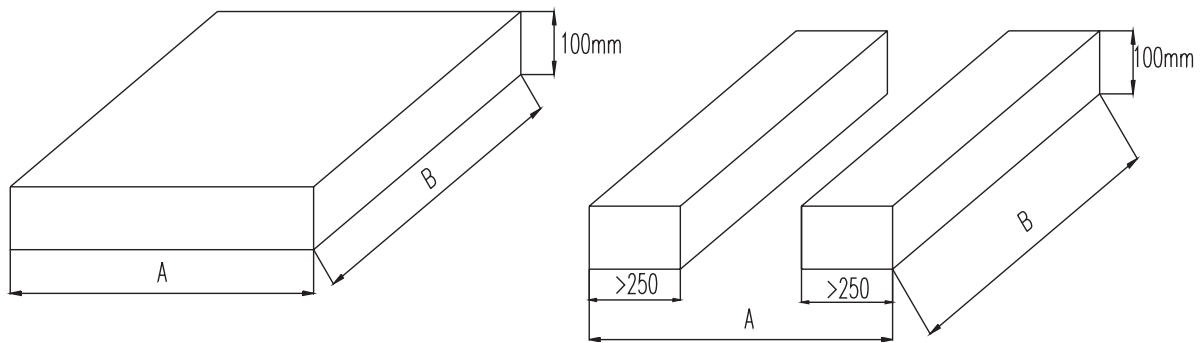

Рис. 10.1
10.1.2 Блок должен устанавливаться на бетонном основании или стальном каркасе (швеллерах) (рис. 10.1).